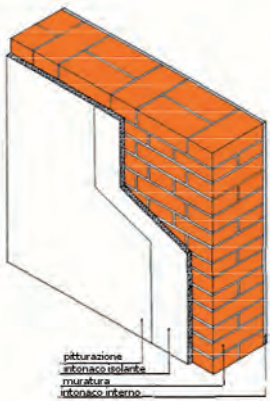

Figura 2.
- **il cappotto con intonaco isolante** consiste nell'applicazione, a mano o con macchina intonacatrice, di uno strato di intonaco continuo con caratteristiche isolanti al paramento esterno delle facciate (Figura 2). Gli intonaci isolanti normalmente usati sono miscele di vari componenti con composizioni per lo più protette da brevetto che variano da produttore a produttore. Sono costituiti da una componente isolante, che può essere fornita da materiali minerali espansi (perlite, vermiculite), o da materiali minerali fibrosi (lane di roccia, di vetro), o ancora da sostanze sintetiche in granulometria opportuna, di leganti idraulici e di speciali resine addittivanti.